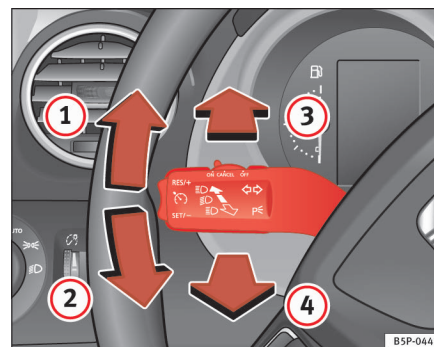

Fig. 78 Blink- og fjernlysarm
- Tryk armen helt op  $\Rightarrow$  fig. 78  $\textcircled{1}$  for at tænde **højre** blinklys, og tryk den helt ned  $\textcircled{2}$  for at tænde **venstre** blinklys.
- Tryk armen fremad ⇒ side 117, fig. 78 ③ for at tænde fjernlyset.